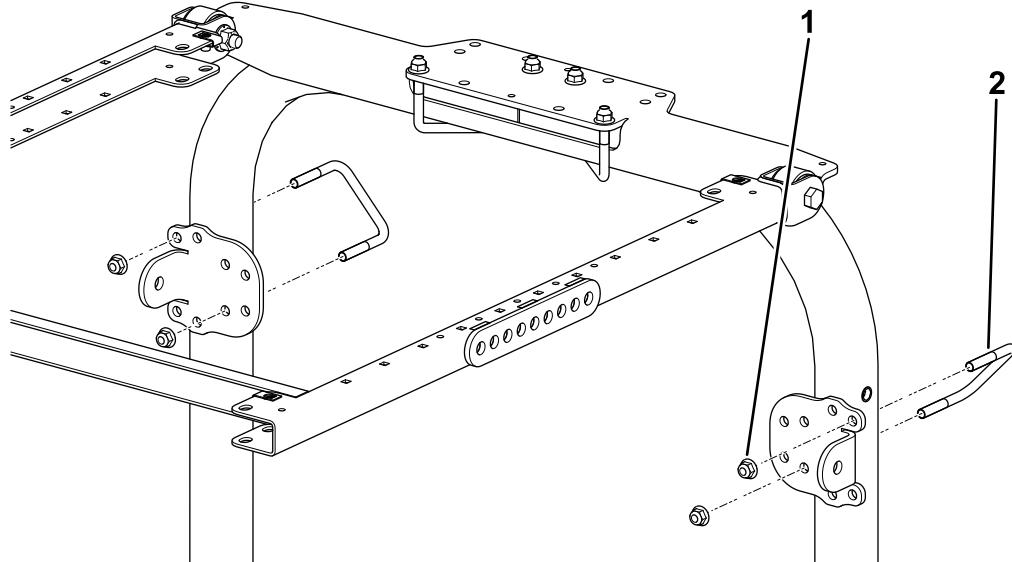

Bild 11
10. Befestigen Sie die Befestigungshalterung des Überrollsitzes mit zwei U-Bügeln (4½" x 2¾") und vier Bundmuttern in den in Bild 11 abgebildeten Befestigungslöchern an der Oberseite des Überrollbügels.
11. Befestigen Sie jede Strebenhalterung lose mit einem U-Bügel (3½" x 2¾") und zwei Bundmuttern in den in Bild 11 abgebildeten Befestigungslöchern an den Streben des Überrollbügels.